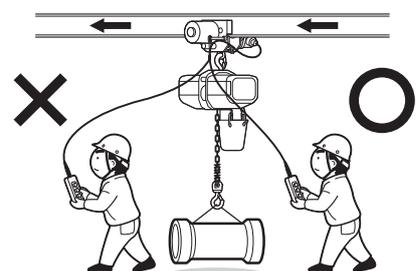

図44
- (14) トロリ付きで使用する場合、荷が操作者の前になるようにしてください。(図44)
- (15) インチング操作(寸動・連動操作)は、頻繁に行わないでください。